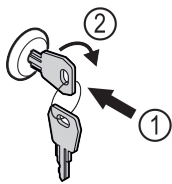

Fig. 90 Ilustrační zobrazení
- Klíč zasuněte dovnitř Fig. 90 (1).
- Otáčejte klíčem o 90° ve směru hodinových ručiček Fig. 90 (2).